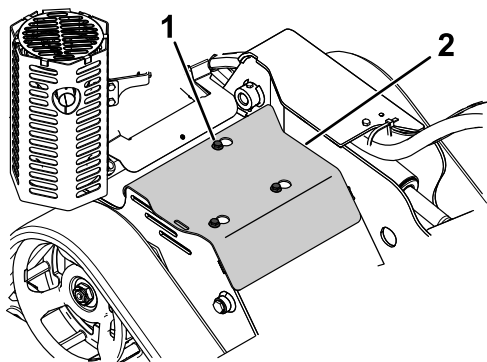

図 19
3. カバープレートをフレームに固定しているボルト3本を交互にゆるめてカバーが動くようにする 図 19。
5. 運転する時は必ずカバーを取り付ける。カバープレートを所定位置にセットし、外す時にゆるめたボルト3本で固定する 図 19。